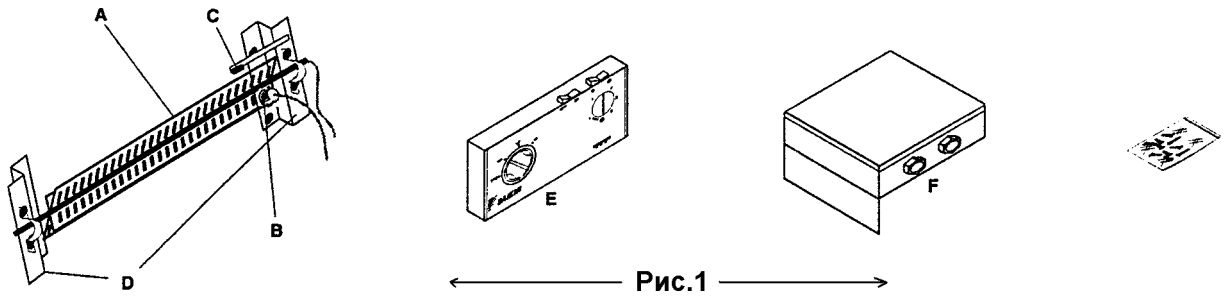

Рис.1
Комплект, изображенный на Рис.1, состоит из :
- электронагревательного элемента с алюминиевым оребрением (А на Рис.1), рассчитанного на напряжение 230В, частоту 1-50Гц. Нижеприведенная таблица показывает кол-во потребляемой электроэнергии, эквивалентной нагревательной способности (теплоемкости), и рабочий ток;
- предохранительного термореле (термостата) с автоматической перенастройкой (В на Рис.1), установленного на электронагревательном элементе. Прерывает работу в случае перегрева;
- защитного выключателя без автоматической перенастройки (плавкой вставки) (С на Рис.1), установленного на поддерживающей скобе. Прерывает работу в том случае, если не срабатывает предохранительное термореле;
- держателей нагревательного элемента (**D** на Рис.1);